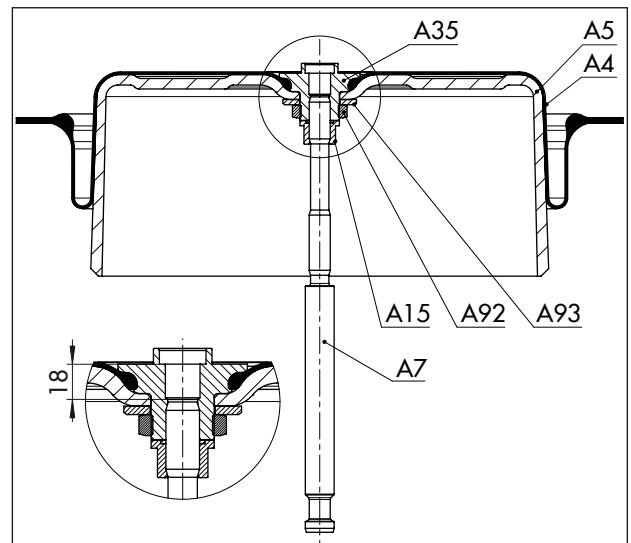

Рис. 13: Расположение компонентов для рабочего направления «Шток привода втягивается FE» (1000 см²)
7. Вкрутите шток привода (A7) в упор (A35) в обратном направлении. При этом установите размер 18 мм (см. Рис. 13).
15. Вкрутите штуцер сброса воздуха (A16) с верхнего в нижний штуцер управляющего сигнала (S).